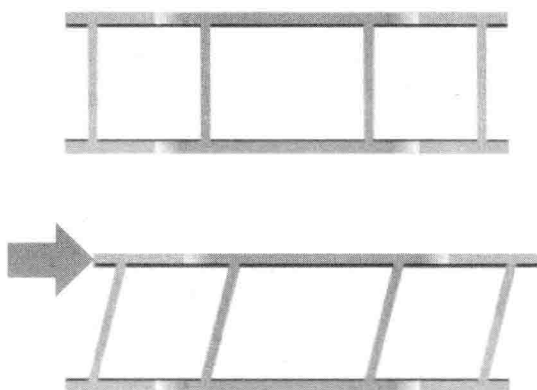

图 1-12 菱形损伤
4) 菱形损伤。菱形损伤是指碰撞后汽车的一侧移到了后边或前边的车身变形形式。菱形损伤会影响到整个车身的外形,通常表现出来的现象是发动机罩、车门、行李箱盖等错位,后轮罩、后围板、车顶等部位可能出现折皱。菱形损伤如图 1-12 所示。